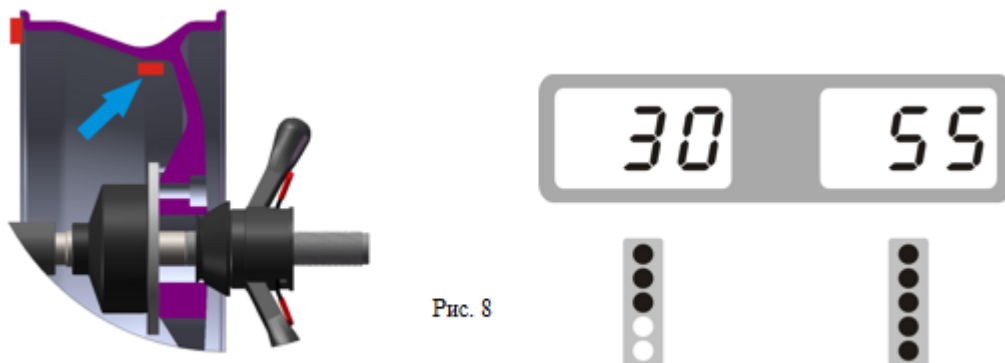

Рис. 8
6.2.5 Медленно проверните колесо против часовой стрелки до появления красного индикатора, что будет означать нахождение правильного положения для установки внешних грузиков (рис. 8).